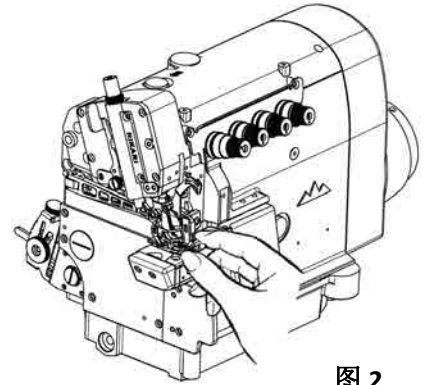

图 2
- 务必检查压脚是否牢固的固定好。（使用抬压脚机构抬起压脚，用手前后左右扳动，检查看压脚是否松动）（图 2）